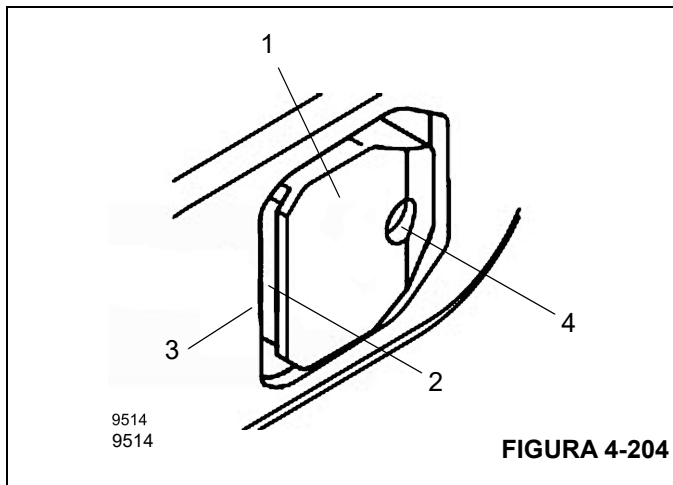

FIGURA 4-204
Consulte la sección (Figura 4-204). Solo puede bloquear o desbloquear una sección telescópica manualmente si la muesca (2) en el pasador de bloqueo (1) ya no se engancha en la sección telescópica (3) sobre ella.
1. Retire la grasera de la cavidad (4), (Figura 4-204).
2. Inserte un tornillo en el agujero (4), (Figura 4-204). El pasador de bloqueo (1), (Figura 4-204), se retrae en el proceso. Puede contribuir al proceso martillando suavemente los pasadores de bloqueo.
3. Apriete el tornillo contra la carga de resorte hasta que el pasador de bloqueo (1), (Figura 4-204), se hunda lo más posible y quede situado detrás de la pared lateral de la sección telescópica.
1. Retraiga la sección telescópica hasta que el pasador de bloqueo (1), (Figura 4-204), se encuentre en el centro de la abertura.
2. Retire el tornillo de la cavidad (4), (Figura 4-204).
El pasador de bloqueo (1), (Figura 4-204), ahora se empuja hacia afuera de la abertura debido a la tensión del resorte.
4. Retraiga la sección telescópica hasta que las cavidades (2), (Figura 4-204), se hayan asentado en la sección telescópica (3), (Figura 4-204), sobre ella.